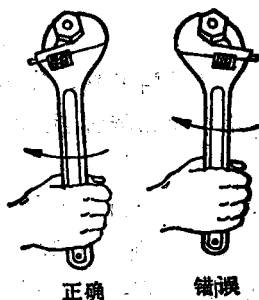

图 1-2 活络扳手使用方法
2) 应使扳手开口的固定部分承受主要作用力, 即扳手开口的活动部分位于受压方向(见图 1-2)。